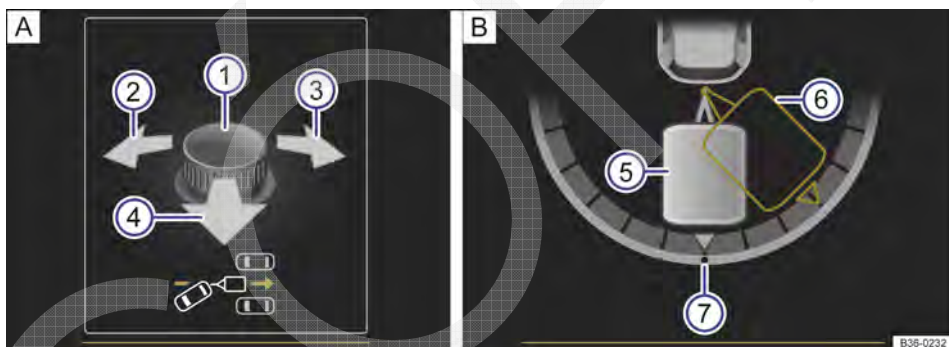

Fig. 208 No display do instrumento combinado, comandar o assistente de manobras do reboque: **A** ajustar ângulo; **B** conduzir em marcha à ré.
Legenda para Fig. 208:
- O assistente de manobras do reboque guia o reboque automaticamente para a direção ajustada → Fig. 208. O condutor comanda os pedais.
- Rebater o botão rotativo girado no sentido desejado até que o sentido desejado seja alcançado → Fig. 208 .